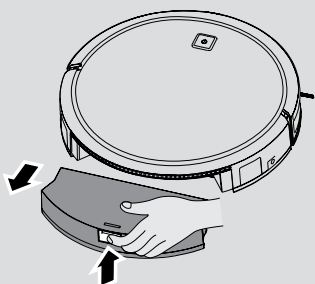

Fig. 17
1. Premere il pulsante di rilascio ed estrarlo. **[Fig. 17]**
2. Premere il pulsante di sblocco contenitore e rimuovere il contenitore raccogliipolvere dal Robot. **[Fig. 17]**